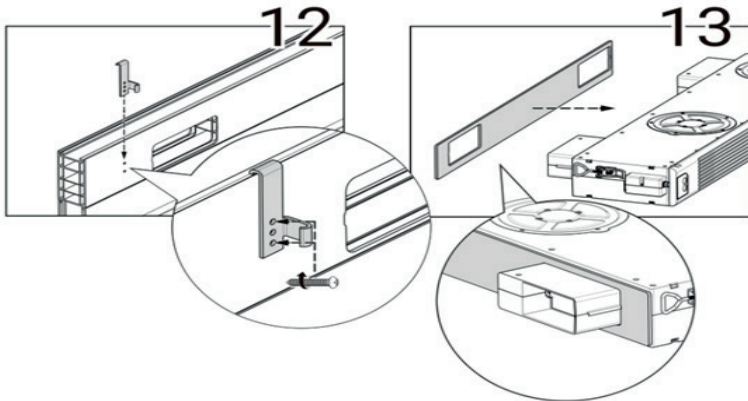

Рисунок 8 – Установка фиксирующих кронштейнов
- з) установить на профиль фиксирующие кронштейны (левый и правый) и закрепить их 2 шурупами 4 × 20 (рисунок 8, поз.12) каждый;
- и) установить на корпус прокладку монтажную (рисунок 8, поз.13);